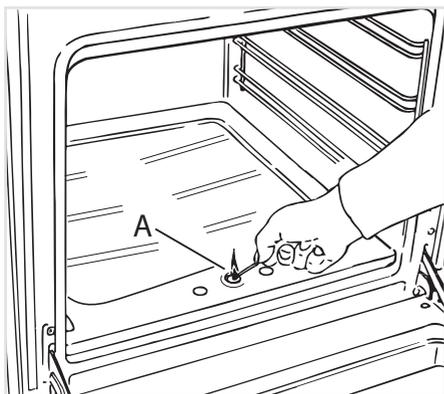

Fig. 4.2
2. Avvicinare un fiammifero acceso al foro centrale del piano del forno (fig.4.2).